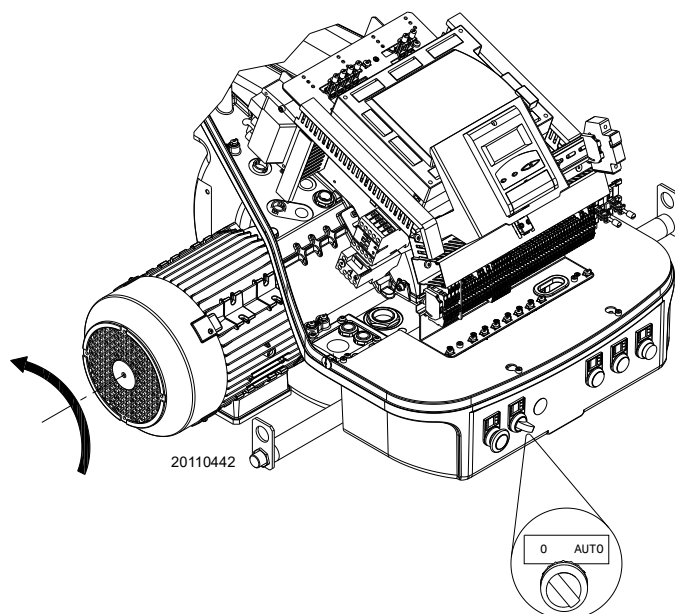

Fig. 28
Fermer les thermostats/pressostats et mettre l'interrupteur de la Fig. 28 sur « **AUTO** ».
En cas de signalisation de tension, arrêter **immédiatement** le brûleur et contrôler les branchements électriques. Quand le brûleur démarre, vérifier la direction de la rotation du moteur, comme indiqué sur la Fig. 28.
- mettre l'interrupteur de la Fig. 28 sur « **0** » et attendre que la boîte de contrôle réalise la phase d'extinction ;
- en retirant le capot et en agissant sur l'interrupteur « 0-AUTO » de Fig. 28 à la page 31 ;